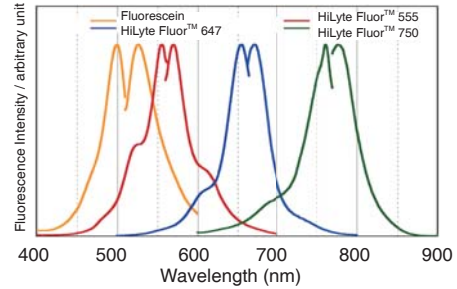

图2. 各种荧光染料的激发、发射光谱图
* 荧光染料在WS缓冲液中的ε参见表1，各种荧光染料的激发、发射光谱图请见图2